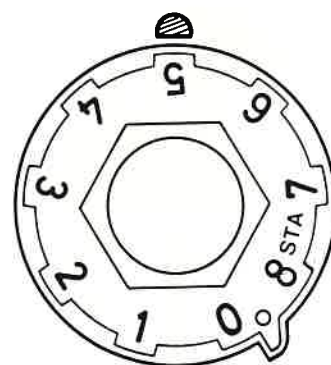

Fig. 2
3. Vrid skalan medurs så att det önskade förinställningstalet 5 står mitt för rattens visare (Fig. 2)
För att kontrollera förinställningen på en ventil stänger man den helt. Rattens visare anger då förinställningstalet, i detta fall 5 (Fig. 2).